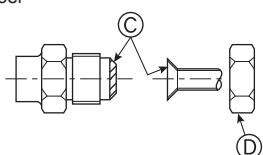

Fig. 4-8
Ⓐ (Fig. 4-8)
Ⓑ (Fig. 4-8)
4.4. Aansluiten van de pijpen (Fig. 4-8)